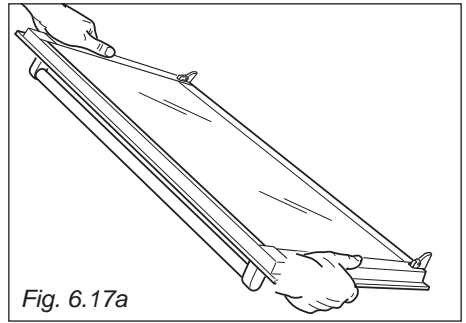

Fig. 6.17a
1. Hold the door firmly (fig. 6.17a).